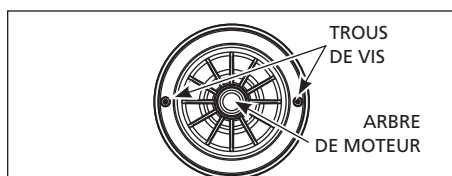

Figure 14 - Remplacement de Plaque d'Étanchéité
2. Glisser la plaque d'étanchéité soigneusement par dessus l'arbre afin de ne pas bouger la position du joint dans la plaque d'étanchéité. La plaque de joint doit être orientée durant l'assemblage pour que les deux trous de vis soient à l'horizontale à travers l'arbre du moteur (figure 14). Ce placement assure le vidange et l'amorçage correct.